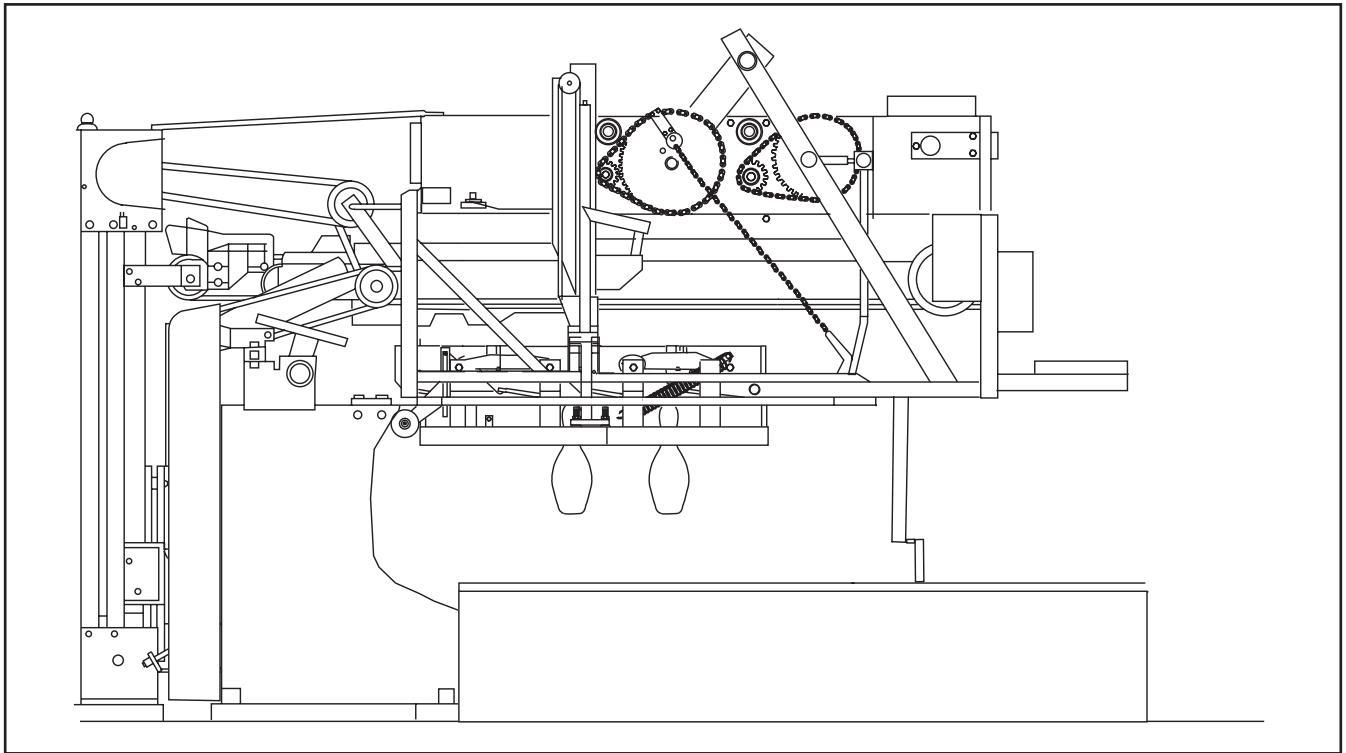

Abbildung 1-13. Greifzangen geschlossen – Pins anheben.
- B. Stehende Pins aufgreifen, damit der Rechen alle gefallen Pins wegräumen kann. *Abbildung 1-13.*